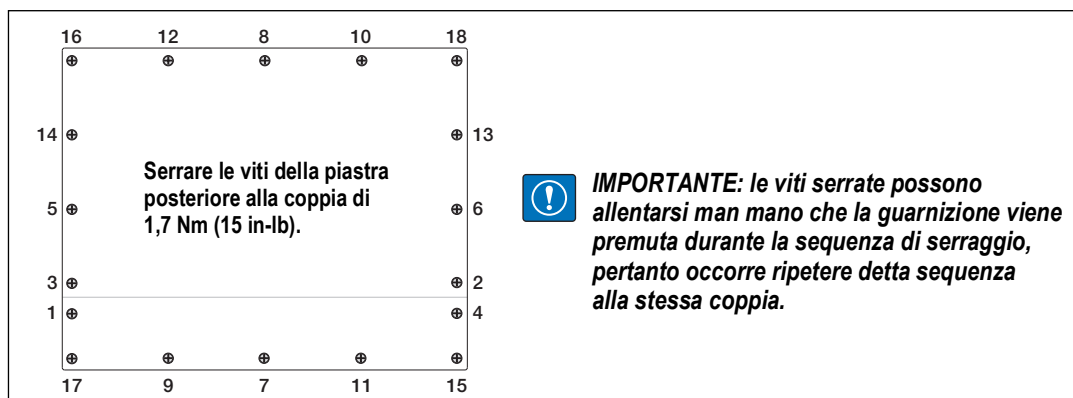

Figura 3-1. 920i Piastra posteriore dell'involucro
3. Serrare alla coppia di 1,7 N-m (15 in-lb), secondo la sequenza riportata nella Figura 3-1, per evitare deformazioni della guarnizione della piastra posteriore.
4. Reinstallare la piastra posteriore, vedere Figura 3-1 a pagina 13.